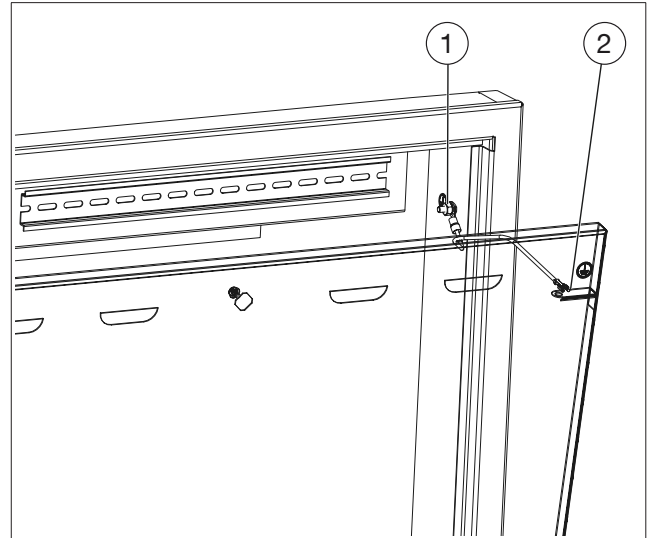

Fig. 8: Mise à la terre de la porte
1. Raccorder le point central de mise à la terre (voir Fig. 8 en page 29 (1)) au rail de compensation de potentiel du bâtiment au travers d'un câble.
i	Le point central de mise à la terre se trouve sur la paroi latérale droite du coffret pour pose encastrée (voir Fig. 8 en page 29).
2. Raccorder le point de mise à la terre de la porte (voir Fig. 8 en page 29 (2)) au point central de mise à la terre (1).